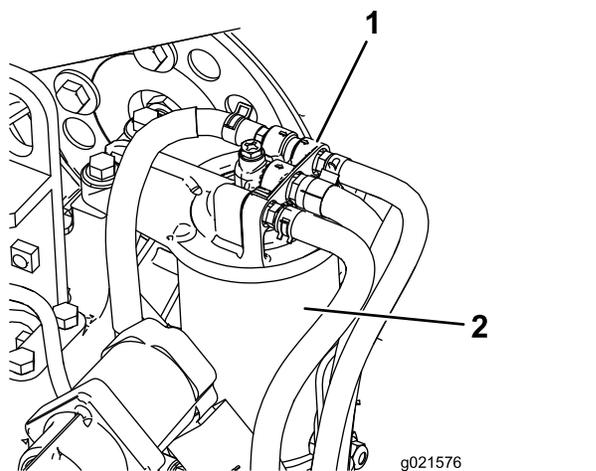

図 53
1. 燃料フィルタのヘッドの周囲をきれいに拭く図 53。
2. フィルタを外してフィルタヘッドの取り付け部をきれいに拭く図 53。